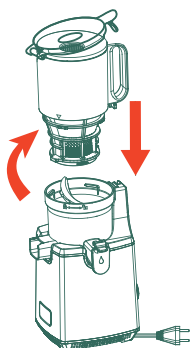

Abb. 11
2. Entfernen Sie den Trichter. Drehen Sie den Trichter gegen den Uhrzeigersinn, bis die "▲" mit dem "☞" des Saftbehälters ausgerichtet ist, um das Sicherheitsschloss zu lösen. (Abb. 11)